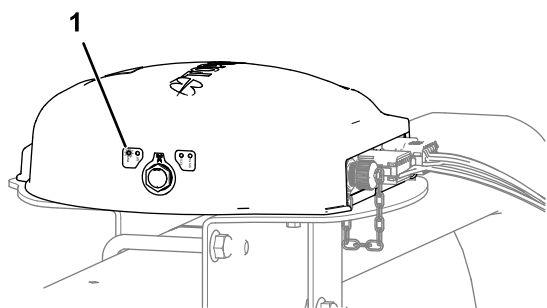

Figure 233
- Récepteur satellite – le témoin PWR s'allume (Figure 233)